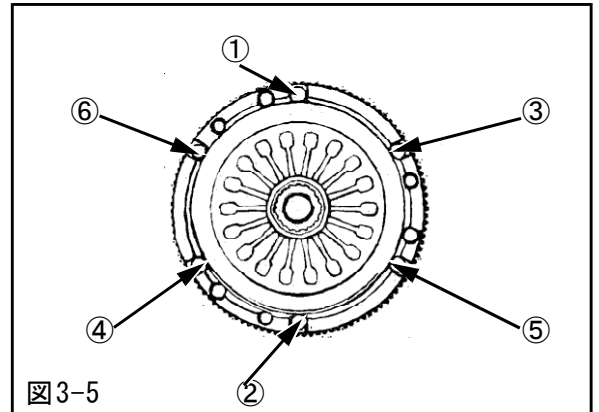

図3-5
- (5) 専用工具(クラッチアライニングバー)を使用し、クラッチディスクAssyのセンター出しを行なってください。クラッチカバー取付け用のボルトを図中の番号順(対角線上)に均等に締込んだ後に、規定トルクで締付けてください。(図3-5)